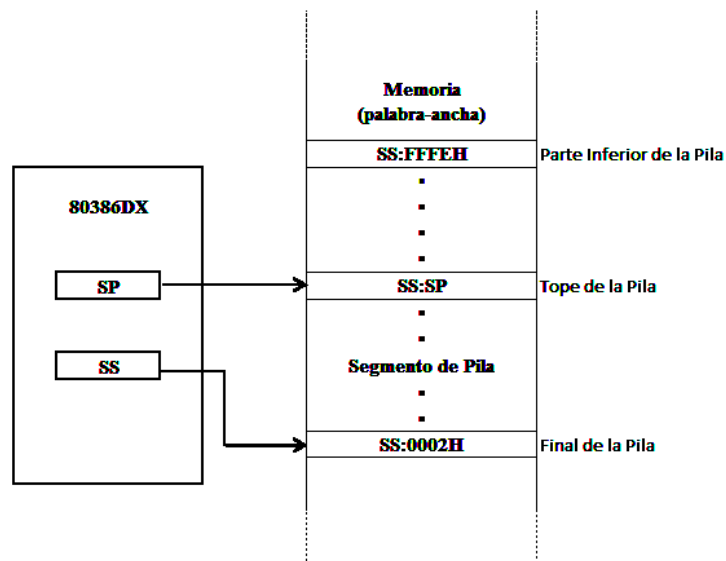

Figura 2.8: Pila de Segmento de Memoria
- A continuación se muestra la estructura del stack (Figura 2.8):